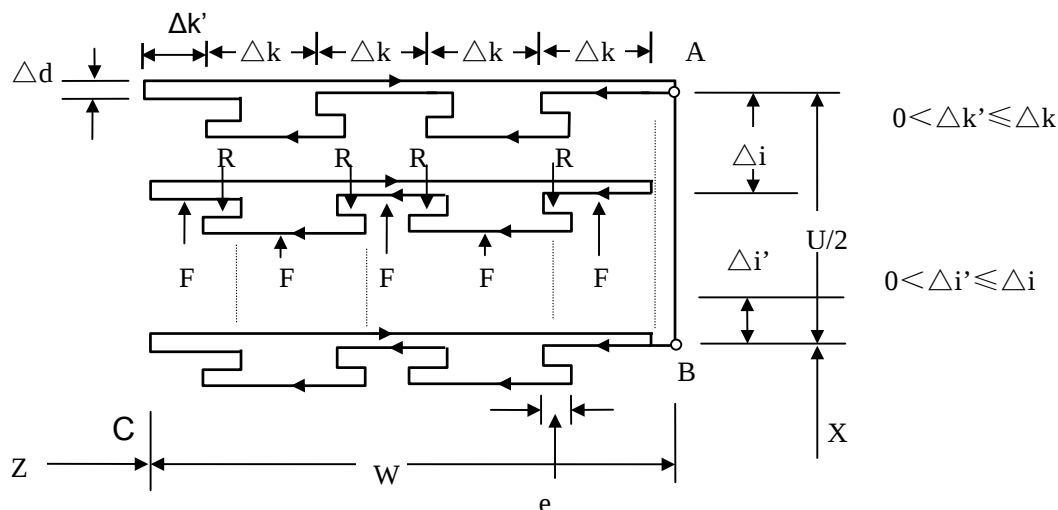

图 2-46
指令功能: 执行该指令时, 系统根据程序段所确定的切削终点(程序段中 X 轴和 Z 轴坐标值所确定的点)以及 e、 Δi 、 Δk 和 Δd 的值来决定刀具的运行轨迹。在此循环中, 可以处理外形切削的断屑, 另外, 如果省略 X (U), P, 只是 Z 轴动作, 则为深孔钻循环。轨迹如图 2-46 所示。